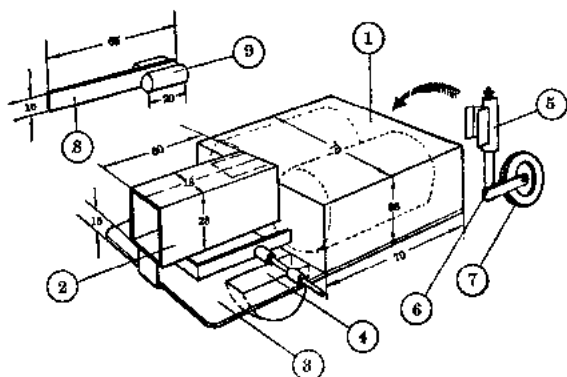

图 8-6
“甲壳虫”模型的车体结构和尺寸见图 8-6。①是装两节 1.5 伏的 1 号电池盒，是构成车体的一部分，它的前面焊上 9 伏电池盒②。在 9 伏电池盒的下面是电动机和车轮的安装板③，它的两边有两个半圆形的小盒④，是安放齿轮的地方。在 3 伏电池盒①的后面是一个可以自由摆动的尾轮⑦，它安装在尾轮支架⑥上，尾轮支架⑥又焊在旋转轴⑤上。⑧是中
间隔光片。⑨是安装光导管用的两个小铁皮圆筒。这些零件的主要尺寸都注在图 8-6 上，可以按图上所注的尺寸和图 8-3 的实物尺寸去制作这些零件。